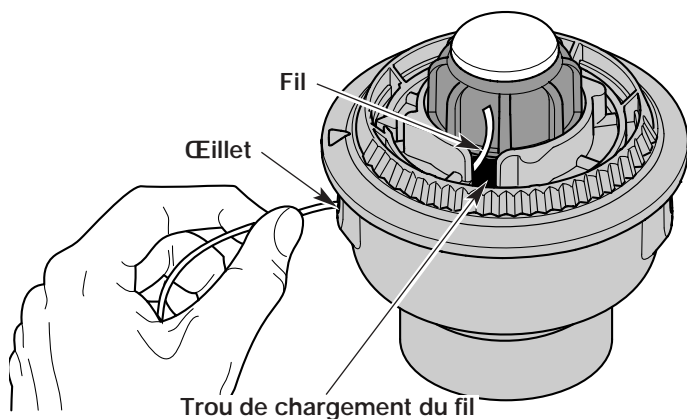

Fig. 19
3. Tirez le vieux fil des trous de chargement et de blocage du fil (Fig. 19 et 20).
4. Insérez un morceau de fil dans l'un des deux œillets de la bobine extérieure. Enfoncez-le dans le trou de chargement du moulinet intérieur (Fig. 19). Ne pliez pas le fil en l'insérant dans l'œillet.